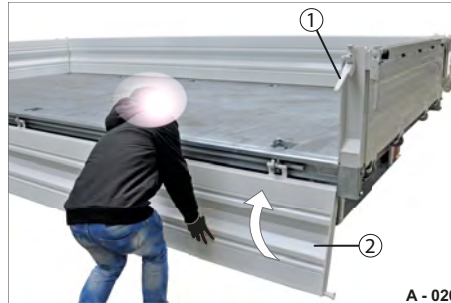

Abb. 22 Bordwand hochklappen
- ▶ Prüfen Sie vor dem Hochklappen, dass die Verschlüsse (Abb. 22/1) geöffnet sind.
- ▶ Klappen Sie die Bordwand (Abb. 22/2) hoch. Greifen Sie die Bordwand im Heckbereich. Stirnseitig unterstützt die Bordwand-Hebefeder den Vorgang.